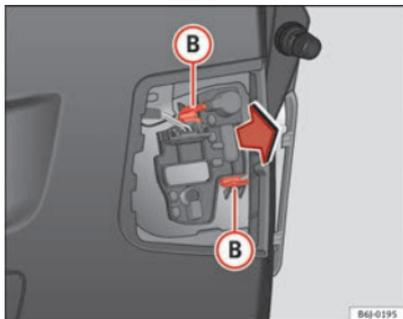

Fig. 182 Desmontagem do porta-lâmpadas
- Desmonte o porta-lâmpadas, pressionando os cliques de fixação **(B)** ⇒ Fig. 182 e tirando-o para fora.